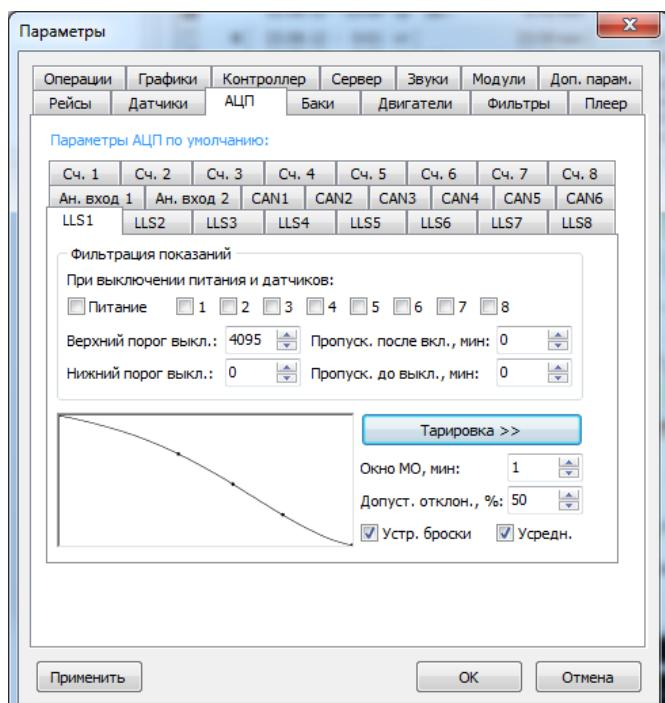

Рис.62 – Настройка параметров АЦП.
3.1. Откройте тарировочную таблицу (рис.62, кнопка **Тарировка**).